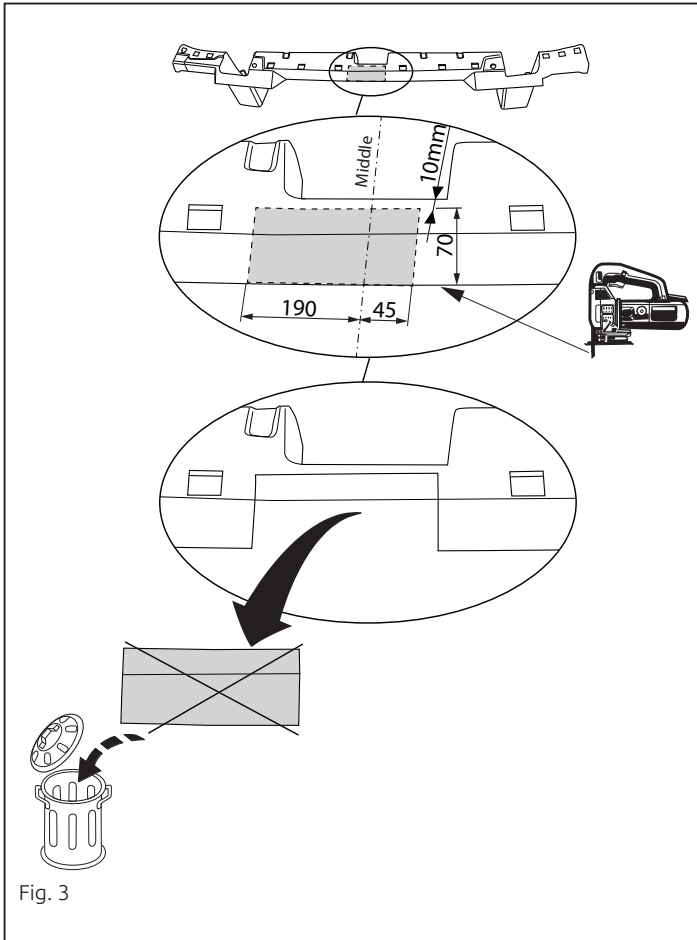

Fig. 3
10. Выпилить обозначенную часть, как указано на рис. 3, За.